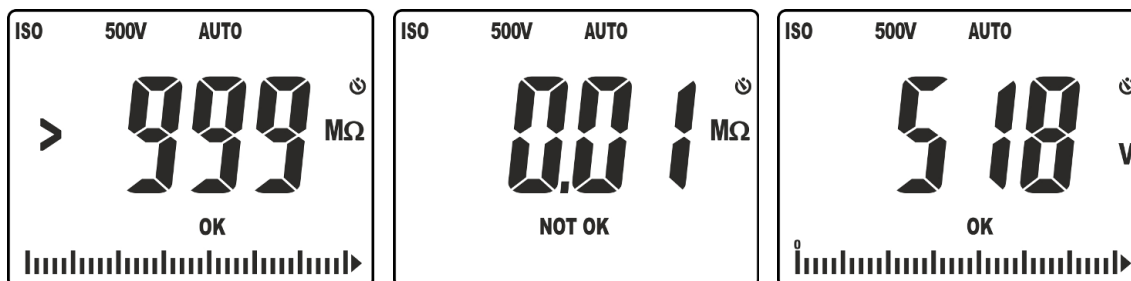

Fig. 18: Risultati della misura di isolamento in modo AUTO
10. Nella videata di Fig. 18 – parte sinistra è presente il valore della resistenza di isolamento (il simbolo ">999" indica la condizione di fuori scala) con risultato positivo "OK" (valore maggiore della soglia impostata). Nella videata di Fig. 18 – parte destra è presente il valore della resistenza di isolamento con risultato negativo "NOT OK" (valore inferiore alla soglia impostata)